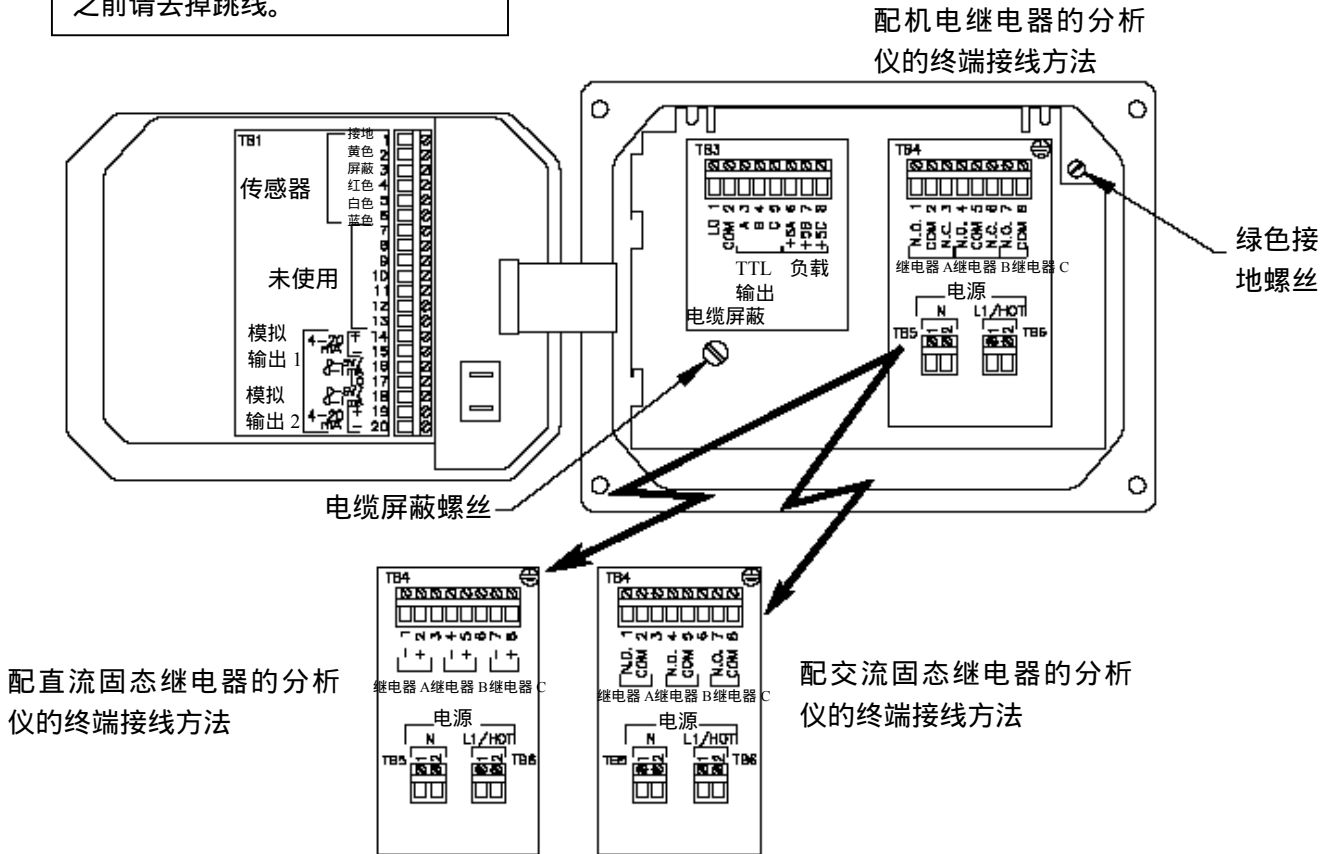

图 2-3 分析仪接线端子分配图
为了靠近接线端子进行电气连接，旋开四个固定螺丝后打开上盖。图 2-3 表示接线端子（位于分析仪外壳底部和后侧门上）排列和它们的分配情况。
注意：所有接线端子适合于单线尺寸为 14AWG (2.2 mm²)。据分析仪装配不同，图 2-3 中标记了其特定的接线端子分配情况。
标准传感器：参考图 2-3，将传感器电缆线连接到 TB1 上的“传感器”接线端 1~6，要求与标明的颜色相匹配。总是将屏蔽线连至接线端 3。
接线提示！请采用高质量的、带屏蔽的仪器用电缆来连接模拟输出。为了尽量避免电磁噪声的干扰，请按照图 2-3 中所示的“电缆屏蔽螺丝”进行电缆屏蔽的连接。
接线提示：请采用高质量的、带屏蔽的仪器用电缆来连接 TTL 输出。为了尽量避免电磁噪声的干扰，请按照图 2-3 中所示的“电缆屏蔽螺丝”进行电缆屏蔽的连接。
1. 将地线接到分析仪的绿色接地螺丝，它位于 TB4 的右侧（如图 2-3 所示）。